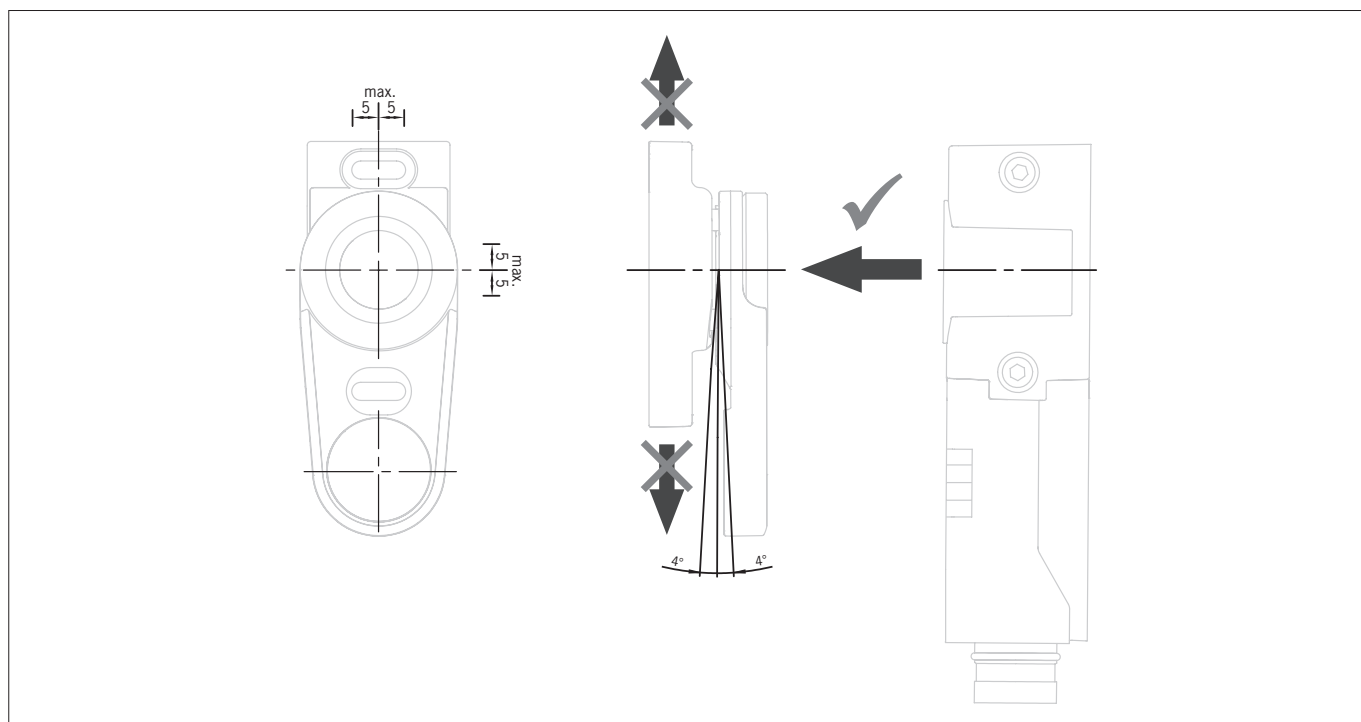

Figura 3: Dirección de ataque, holgura central máxima y movimiento máximo del actuador
- › Al abrirse la puerta de protección, el actuador debe desplazarse frontalmente desde el interruptor (véase la *Figura 3: Dirección de ataque, holgura central máxima y movimiento máximo del actuador en la página 11*).